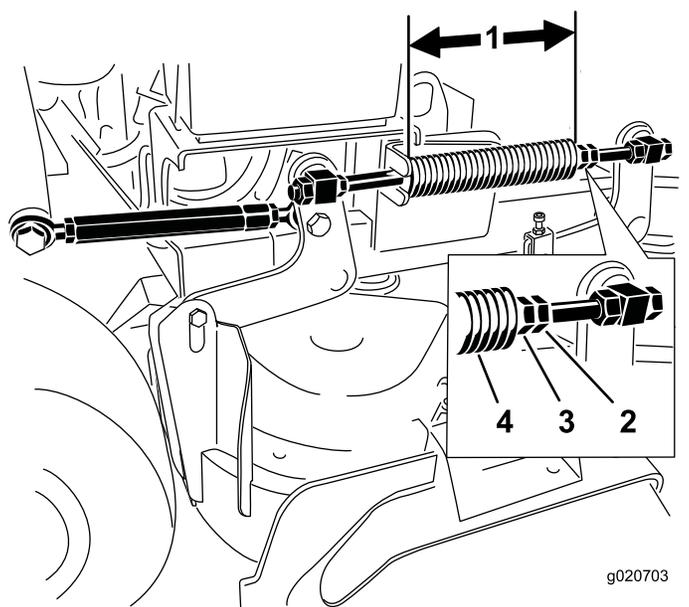

図 87
注 通常は、この長さが、91 cm 36" デッキでは 28.2 cm、102 cm 40" デッキでは 25.7 cm であることが必要である 図 87。
3. スプリングのジャムナットをゆるめ、各スプリングの前についているナットでこの距離を調整する 図 87。
4. スプリングのジャムナットを締めて調整ナットを固定する 図 87。